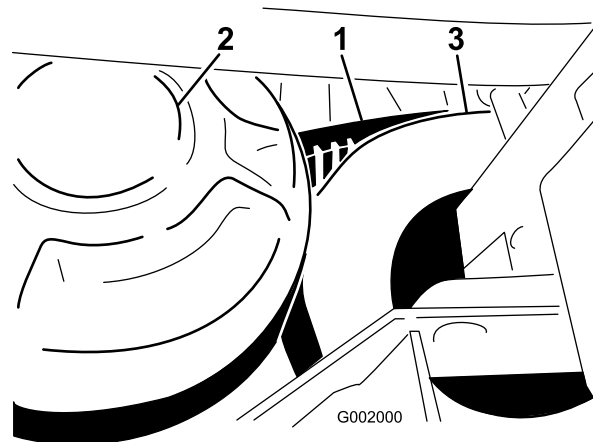

Figure 65
1. Faites tourner la courroie et faites-la passer sur l'embrayage secondaire (Figure 65).